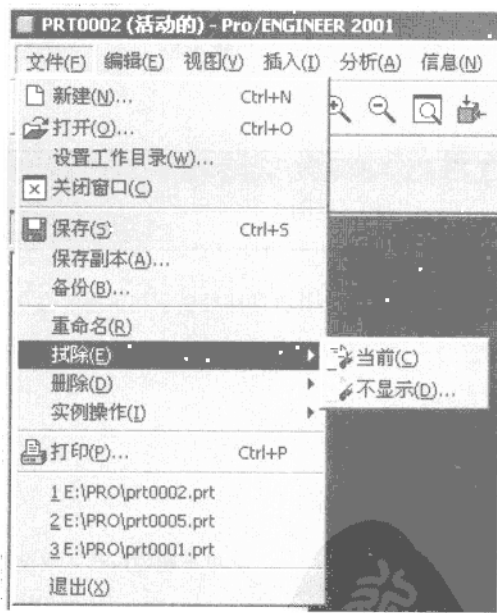

图 1.9
(2) **操作方法** 单击菜单命令**文件（File）→ 拭除（Erase）**，则在**拭除（Erase）**命令的右侧弹出一个子菜单，上面有**当前（Current）**和**不显示（Not Displayed）**两个命令，如图 1.9 所示。